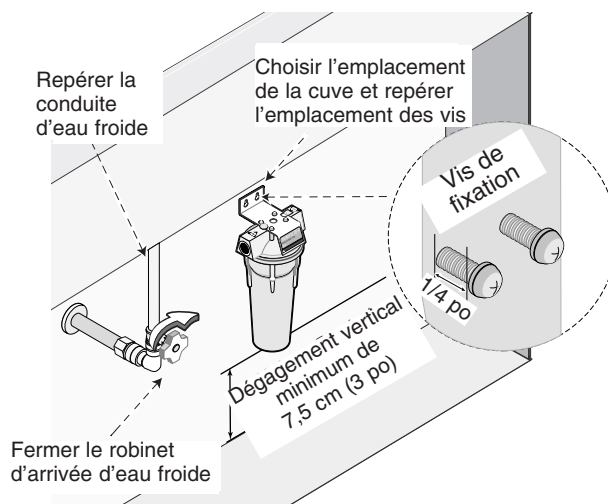

Figure 1
1. Choisir un emplacement, puis positionner le support de la cuve du filtre sous l'évier, sur la paroi de l'armoire de cuisine, le plus près possible de la conduite d'eau froide. Prévoir un dégagement minimum de 7,5 centimètres (3 pouces) entre le fond de la cuve du filtre et le fond de l'armoire de cuisine. Se reporter à la Figure 1.